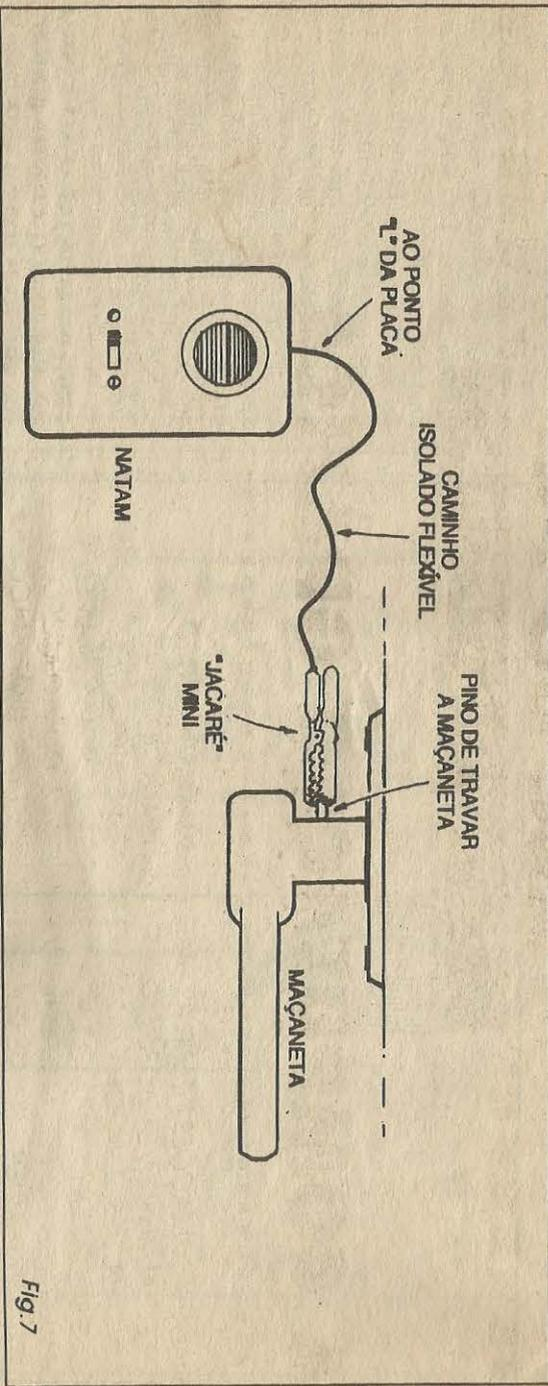

Fig. 7
**- FIG. 7 - UM TRUQUE PARA GARANTIR SENSIBILIDADE, EM CONDIÇÕES MUITO ADVERSAS...**